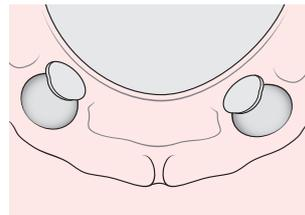

Fig. 9
**6.** (Fig. 9): Prima dell'inserzione creare lo spazio necessario per il corpo della protesi. Fissare le femmine **in sede orale rispettando il mutuo parallelismo** (fig. 8) e compensare le differenze (ad es. con cera molle o con gesso per impronte). Nelle protesi ibride assicurarsi che l'impianto non sia sottoposto a carico (ad es. con sbarramento dentale). Questo per evitare i movimenti della protesi dopo l'inserzione.